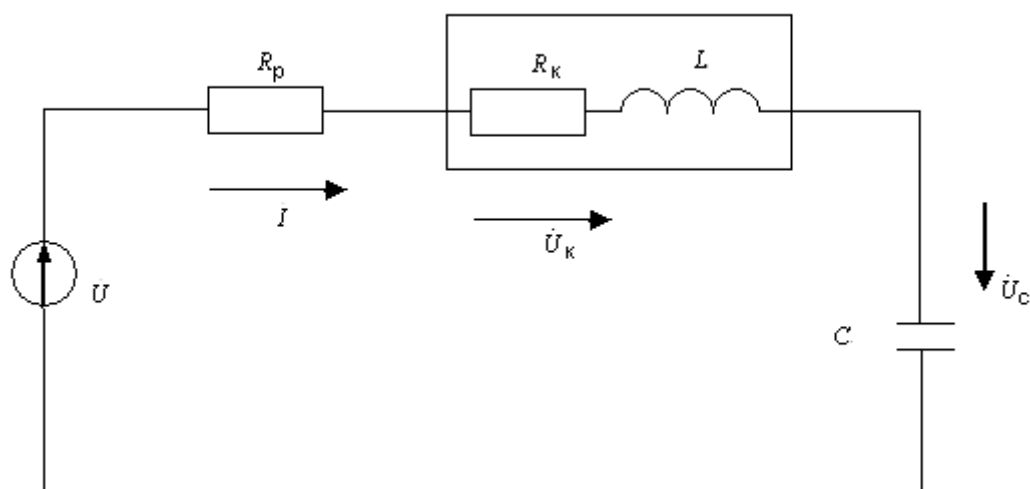

Рисунок 4.1
4.2.1 Собрать последовательный колебательный контур (рисунок 4.1). Установить напряжение на входе $3 \div 5$ В. В качестве резистора, катушки и конденсатора использовать блоки переменных сопротивления, индуктивности и емкости или элементы наборного поля. Установить номинальные значения параметров согласно варианту задания (таблица 4.1). Сопротивление резистора определяется по формуле $R_p = R - R_k$, где R - активное сопротивление контура, рассчитанное для добротности $Q = 2,5$; R_k - активное сопротивление катушки индуктивности.